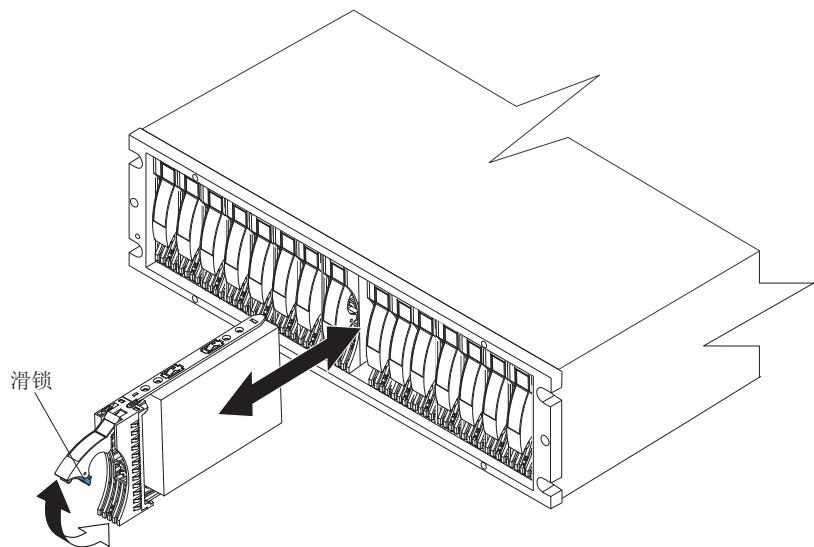

图 23. 更换 E-DDM
1. 提起把手将 E-DDM CRU 轻轻推入空托架中，直到托盘把手的铰链在存储子系统的挡板下锁住，如第 42 页的图 23 中所示。